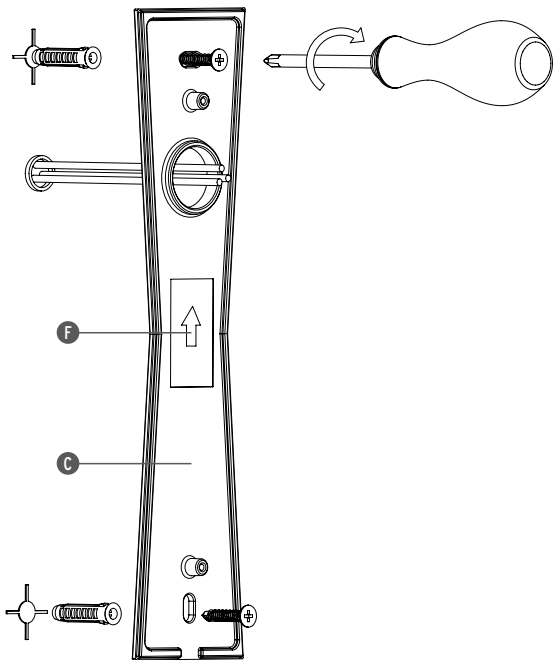

Fig. 3
<IT> Fig.3 Fissare l'attacco a parete (C) con viti e tasselli ad espansione avendo cura di rispettare il corretto orientamento indicato dalla freccia (F) e facendo passare i cavi di alimentazione attraverso l'apposito foro. **NOTA BENE:** Scegliere tasselli ad espansione idonei alla superficie di montaggio.
<GB> Fig.3 Fix the wall attachment (C) with screws and rawl plugs taking care to put it the correct way up as indicated by the arrow (F) and passing the power cables through the correct hole. **NOTE:** Choose screw anchors that are suitable for the surface which shall be assembled upon.
<DE> Abb.3 Befestigen Sie den Wandanschluss (C) mit Schrauben und Spreizdübeln, achten Sie dabei auf die richtige Ausrichtung laut Pfeil (F) und ziehen Sie die Stromkabeln durch die entsprechende Öffnung. **HINWEIS:** für die für die Montage vorgesehene Fläche passende Spreizdübel auswählen.
<FR> Fig.3 Fixer l'attache murale (C) avec les vis et les chevilles à expansion en respectant le sens de la flèche (F) et en faisant passer les câbles d'alimentation à travers le trou prévu à cet effet. **NOTE:** choisir les chevilles à expansion appropriées à la surface destinée au montage.
<ES> Fig.3 Fijar el soporte (C) a la pared con los tornillos y los tacos de expansión respetando la orientación correcta de la flecha (F) y prestando especial atención al pasar los cables de alimentación a través del agujero correspondiente. **NOTA:** Elegir los tacos de expansión idóneos para la superficie destinada al montaje.
<PT> Fig.3 Fixar o suporte à parede (C) com os parafusos e as buchas de expansão, tendo o cuidado de respeitar a orientação correcta indicada pela seta (F) e passar os cabos de alimentação através do respectivo orifício. **OBSERVAR BEM:** Escolher as buchas de expansão correctas de acordo com a superfície destinada à montagem.
<RUS> Рис.3 Закрепить несущую панель (C) с помощью шурупов и дюбель-пробок, соблюдая правильное направление, указанное стрелкой (F) и пропуская провода питания через специальное отверстие. **ПРИМЕЧАНИЕ:** Выбирать расширительные вставки, соответствующие поверхности, предназначенной для монтажа.